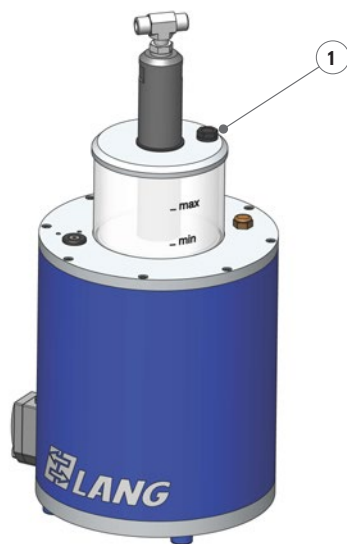

Abbildung 8: Pneumatisch-hydraulischer Druckübersetzer
2. Schrauben Sie die Verschlusskappe (Pos. ① Abbildung 8) am Ölbehälter des Druckübersetzers ab.